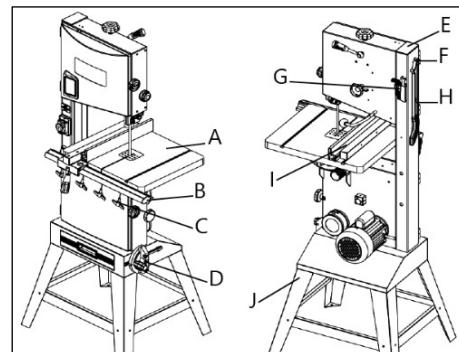

Рисунок 4.
- Прикрепите кронштейны колес к опорам (рис. 4).
Прикрепите рабочий стол А (рис. 4) к станку при помощи болтов M8×10 и плоских шайб 8 мм. Убедитесь, что пильное полотно попало в центр паза в столе.
Прикрепите набор инструментов G (рис. 4) к раме станка Е при помощи болтов M4×10. Прикрепите кронштейн F шестигранной гайкой к раме Е.